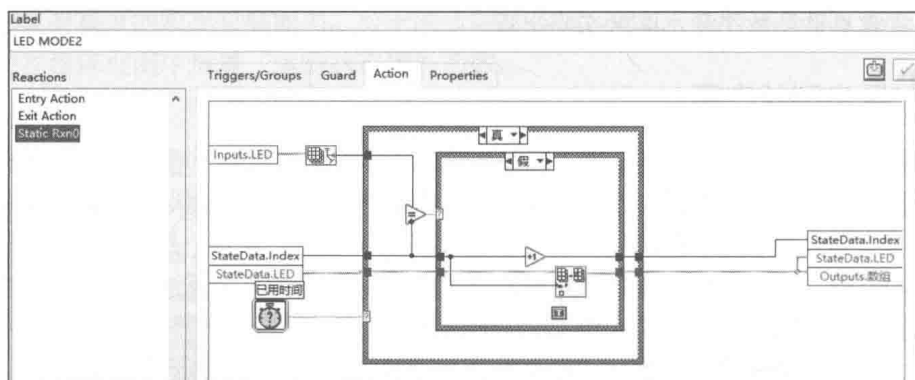

图 12-112 模式 2 的静态响应程序框图
step 4 在模式状态中，按照设计要求，通过定时器控制指示灯的变化。以模式 2 为例，配置静态响应函数，如图 12-112 所示。模式 1 和模式 3 的处理方法与模式 2 类似。